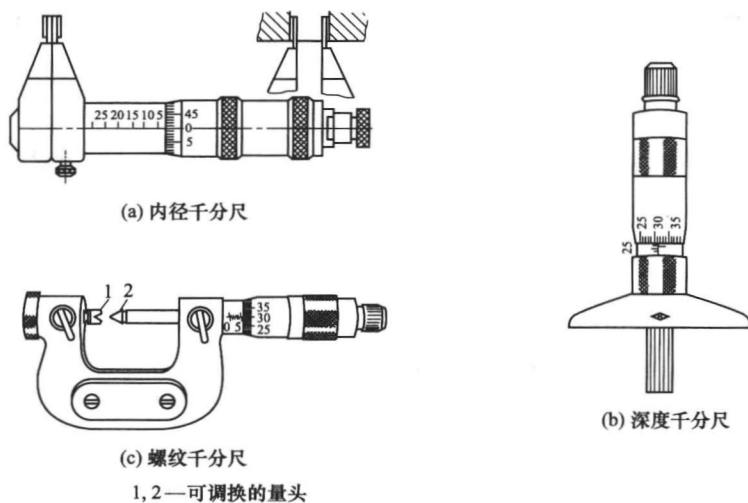

图 1-12 其他千分尺
- 1) 内径千分尺 如图 1-12 (a) 所示, 用来测量内径及槽宽等尺寸。其刻线方向与千分尺的刻线相反。
- 2) 深度千分尺 如图 1-12 (b) 所示, 用来测量孔深、槽深等。
- 3) 螺纹千分尺 如图 1-12 (c) 所示, 用来测量螺纹中径尺寸。